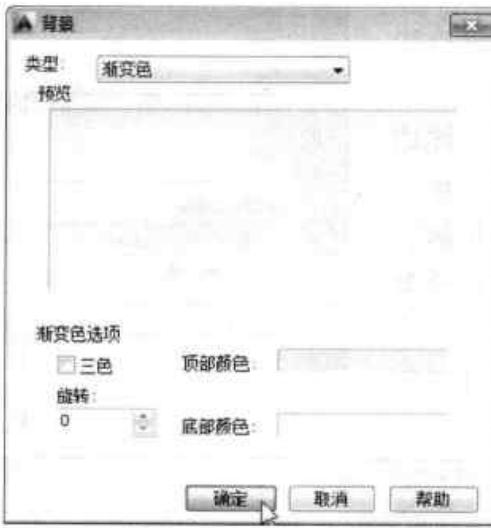

图14-46 设置背景颜色
**Step 03** 打开“背景”对话框，根据需要设置渐变颜色，如图14-46所示。